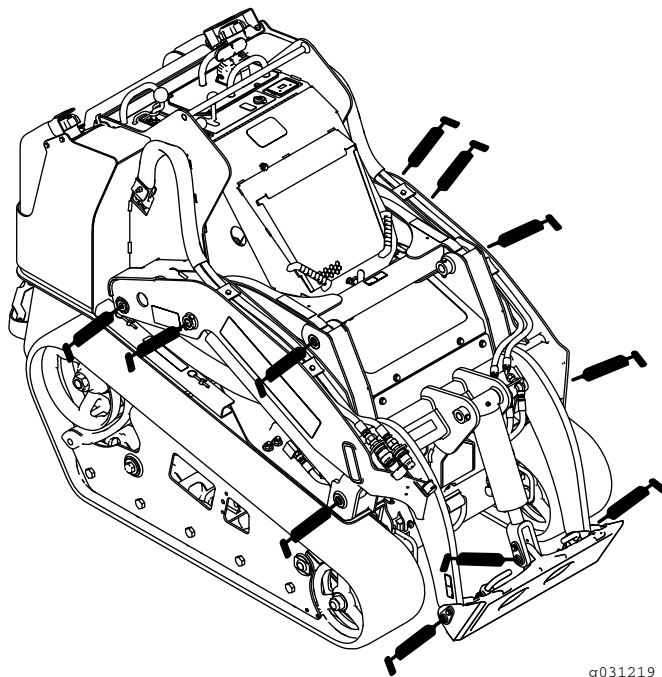
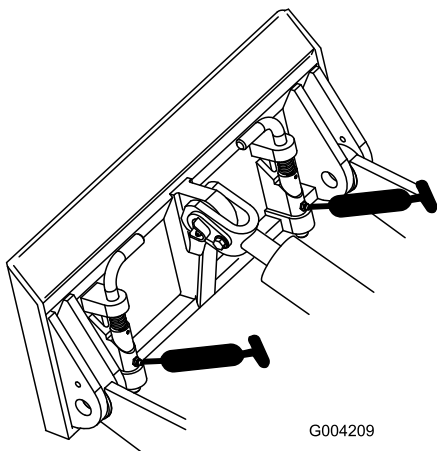
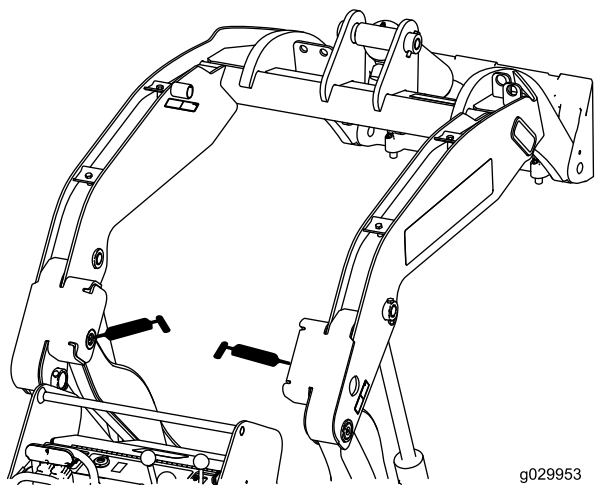

Figura 38
Figura 39
Figura 40
4. Conectați un pistol de lubrifiere la fiecare fitting (Figura 38, Figura 39, și Figura 40).
Notă: ridicați brațele încărcătorului înainte de a lubrifica fittingurile din Figura 40.